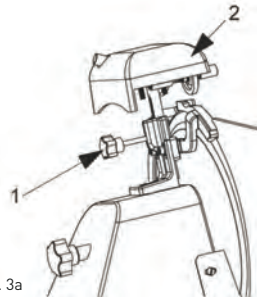
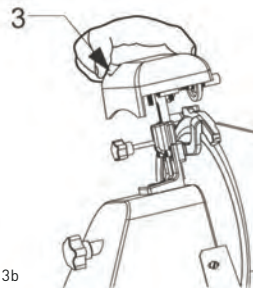

Abb. 3a
Abb. 3b
- das Einstellrad abdrehen (Pos.1, Abb.3a), die Schärfeinrichtung bis zur Position anheben (Pos.2, Abb.3a), in der sie blockiert und um 180° drehen. Danach schiebt man sie bis zum Ende, und zwar so, dass sich die Schneide des Messers zwischen zwei Schärfeinrichtungen befindet. Stellrad blockieren;
- Schneidemaschine einschalten, die Taste auf die Position „I“ (ON) umschalten;
- den Knopf (Pos.3, Abb.3b) drücken und ermöglichen, dass die Schneide des Messers ungefähr 30/40 Sek. lang an der Schärfeinrichtung reibt, bis sich an der Kante der Schneide des Messers Grat bildet;